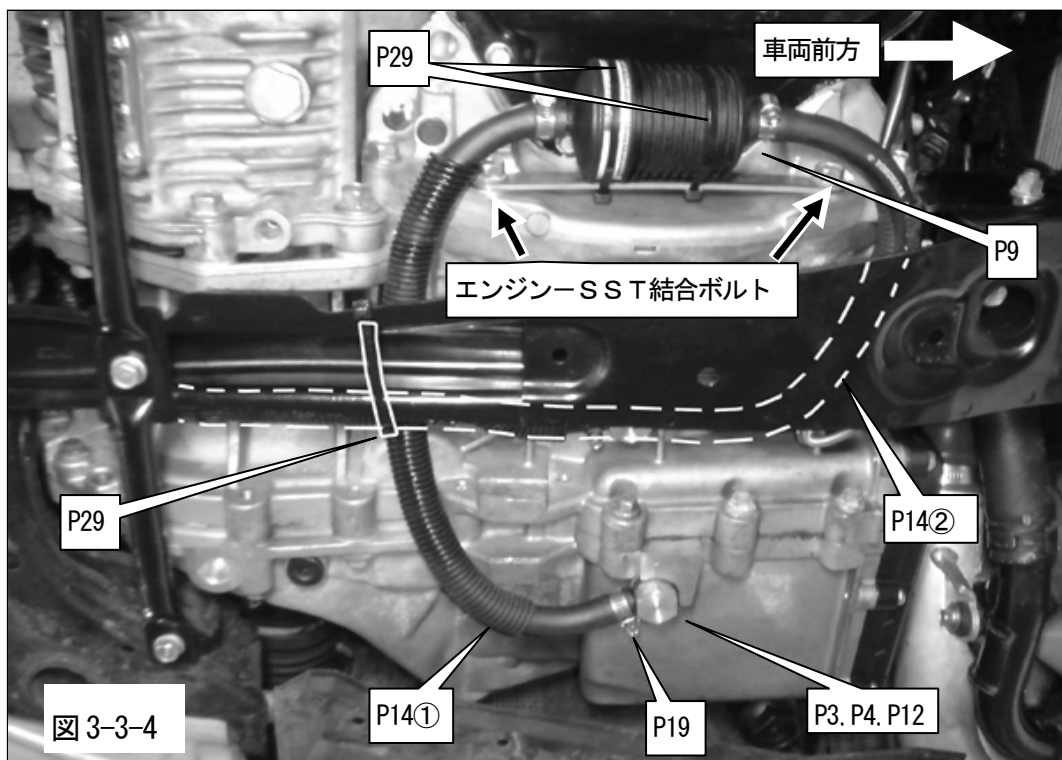

図3-3-4
(7) バンジヨーボルトを使用して3-3. (6) で組立てたバンジヨーをSSTに取り付けてください。(図3-3-4)
(8) 図の位置のエンジンとSSTを結合しているボルト2個を取外し、SSTフィルタブラケットを共締めしてください。(図3-3-4)
(9) タイラップ(大)を使用してSSTフィルタをSSTフィルタブラケットに固定してください。(図3-3-4)